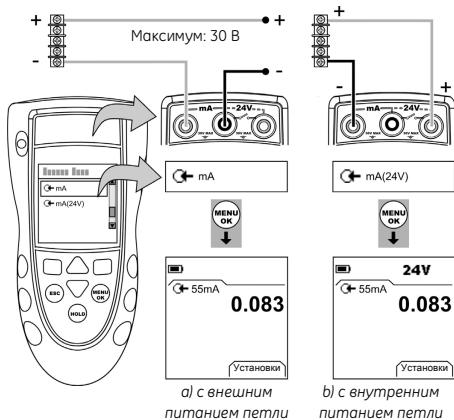

Рисунок 5: Пример конфигурации – Измерение мА
- Подключите прибор (Рисунок 5) и, при необходимости, отрегулируйте **Настройка** (Таблица 1).